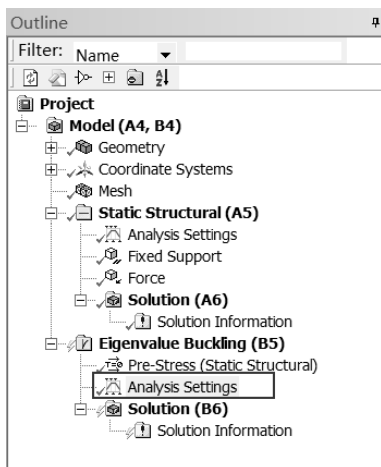
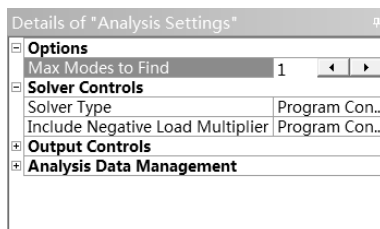

图 14-111 分析设置
图 14-112 设置细节
Step1 : 在 Outline 栏中 Analysis Settings 选项上单击, 如图 14-111 所示。此时会出现 Details of "Analysis Settings" 栏, 如图 14-112 所示。